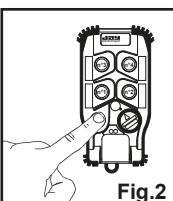

Fig.2
- 4- Actionner le bouton marche afin de réaliser la programmation automatique du code d'identité : les deux voyants de l'émetteur URE s'éteignent (fig.2).